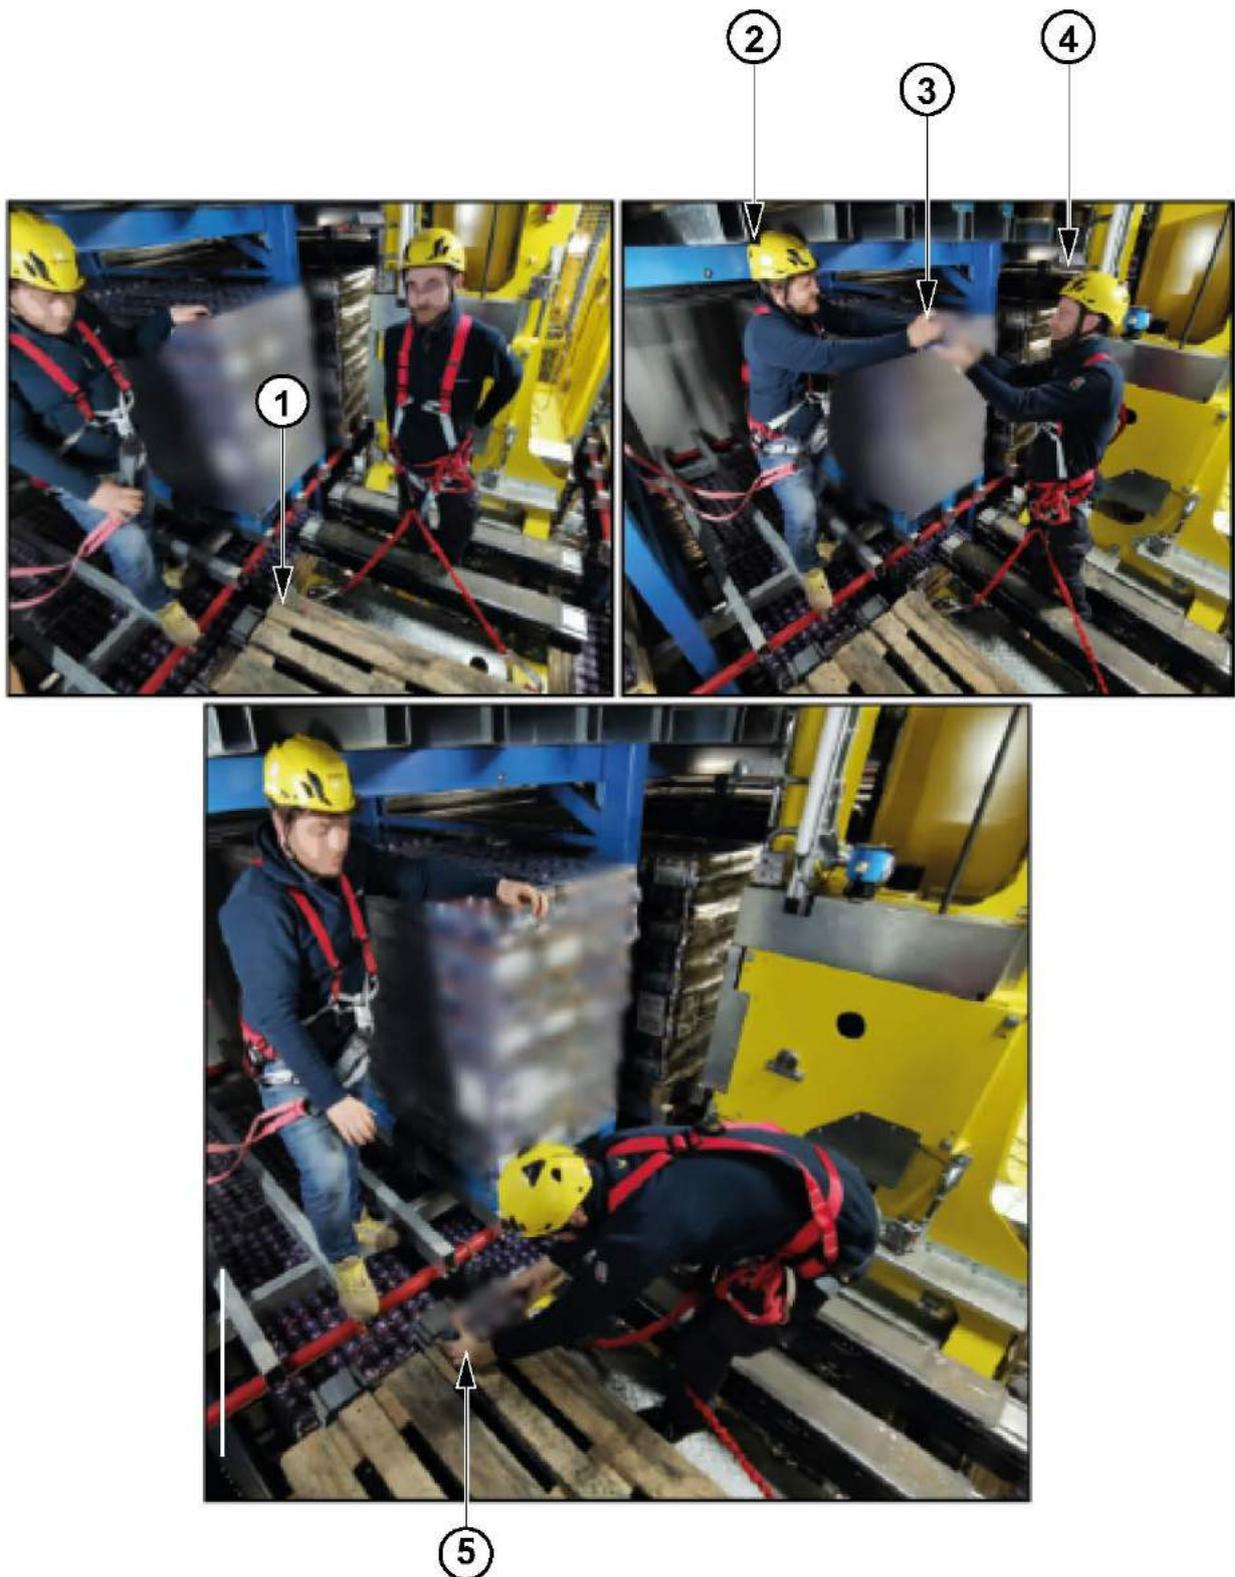

Figure 6.115
*Di seguito viene descritta la procedura di emergenza per la gestione prevedibile del pallet all'interno del magazzino e del trasferimento di prodotto e legno da scaffale a culla (riferimento alle Figure 6.115 presenti nella pagina successiva):*
- a. Depositare un pallet vuoto (**1-Figure 6.115**) all'interno della culla.
- d. Il primo operatore (**2-Figure 6.115**) procede a svuotare il pallet (**3-Figure 6.115**) passando i singoli colli al secondo operatore (**4-Figure 6.115**) presente sulla culla che li depositerà sopra il pallet vuoto presente sulle forche (**5-Figure 6.115**).